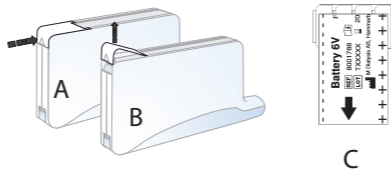

Fig. 2. A: Batterilucka stängd
1. Öppna batteriluckan genom att trycka med tummen i pilarnas riktning (se Fig. 2 A,B).
3. Placera det nya batteriet i samma riktning (se Fig. 2 C) med pluspolen mot plusmarkeringen och minuspolen mot minusmarkeringen i batterifacket. Kontrollera att signalen System OK lyser (omväxlande grönt och rött ljus).